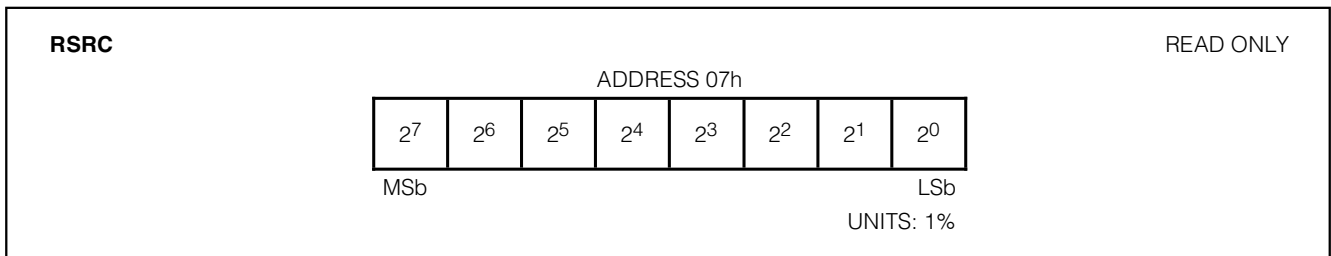

图17. 剩余相对待机电量寄存器格式
**剩余相对待机电量RSRC，[%]**：RSRC报告当前温度下从待机状态下的空放电量(ISE)到待机空电量时能够得到的电量，以相对百分比表示，RSRC为8位。请参见图17。